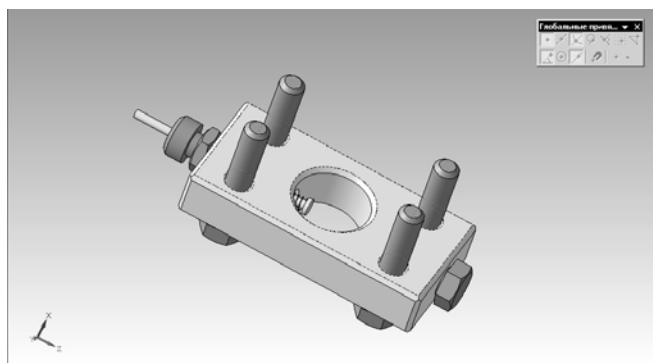

Рис. 3. Устройство для натяжения ремня ременной передачи
- создано оригинальное натяжное устройство для натяжения ремня ременной передачи (рис. 3). В этом устройстве натяжение ремня осуществляется не за счет изменения межосевого расстояния ременной передачи, а за счет изменения длины ремня. Демпфирующие элементы, используемые в натяжном устройстве, позволяют снизить динамические нагрузки в моменты пусков и остановок двигателя;